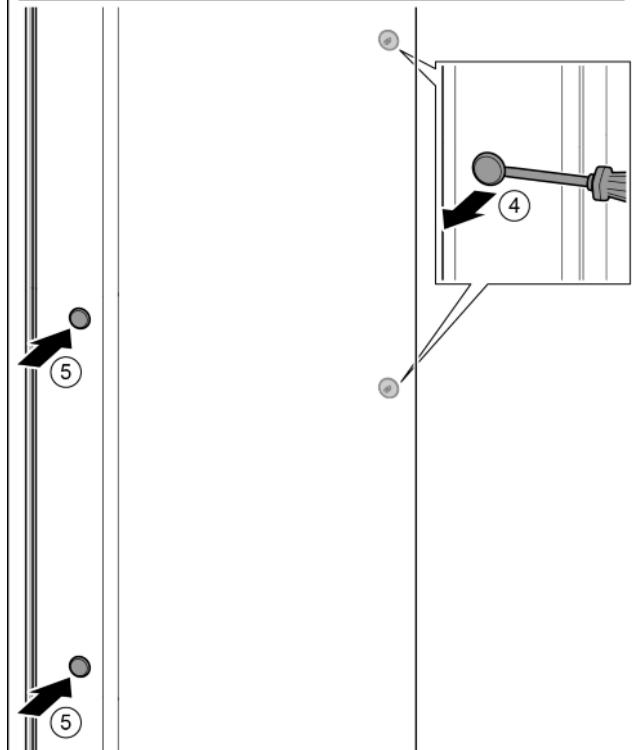

Fig. 14
- Зніміть кришку. *Fig. 14 (1)*
- Викрутіть гвинти за допомогою викрутки T15. *Fig. 14 (2)*
- Зніміть ручку. *Fig. 14 (3)*
- За допомогою шліцевої викрутки обережно підійміть бокову пробку та витягніть її. *Fig. 14 (4)*
- Знову вставте пробку з іншого боку. *Fig. 14 (5)*